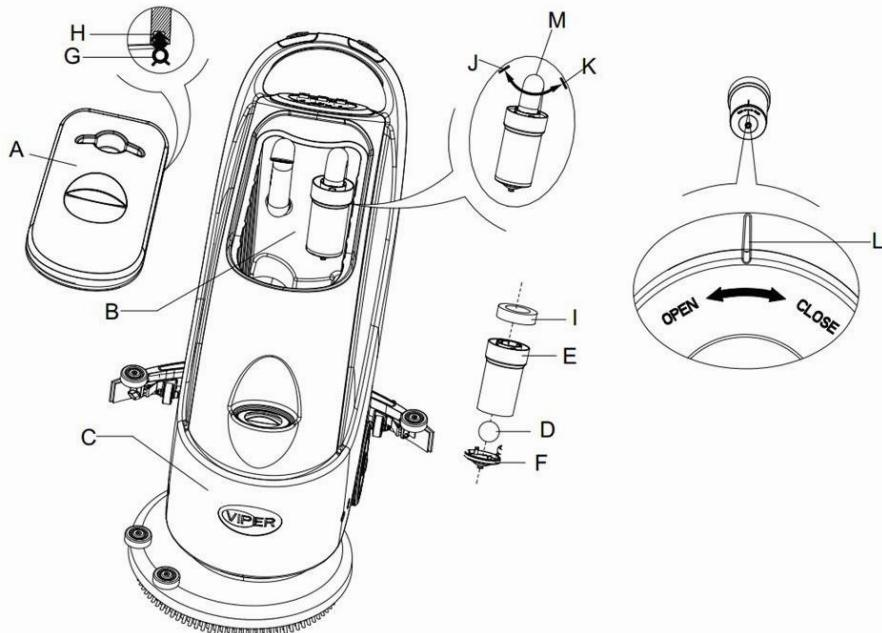

Рисунок 16
2. Нажмите кнопку включения питания (41) и установите ее в позицию “O” для отключение устройства.
3. Откройте резервуар для воды (A, Рисунок 16), и снимите поплавок устройства (36) из резервуара для грязной воды.
4. Используйте чистую воду для очистки крышки (A), резервуара (B и С), и опорной рамы фильтра-поплавка (E). Через отверстие трубы (15), слейте всю воду из резервуара.
5. При необходимости, возле символов “Open” и “Close” как показано на рисунке 16, отсоедините нижнюю крышку (F) от фильтра-поплавка и очистите поплавок (D), опорную раму (E), а также фильтр подушки (I). После очистки зафиксируйте фильтр-поплавок на опорной раме (E), а затем выровняйте паз (L) на нижней крышке (F) с пазом поплавкового фильтра (L) к опорной раме (E). Поверните нижнюю крышку (F) с точкой фильтра-поплавка и закрепите плотно фильтр к подушке (I) на опорную раму фильтра-поплавка (E), а затем на Вакуумную трубку (M).
6. Проверьте герметичность уплотнительного кольца (G) крышки резервуара с водой..